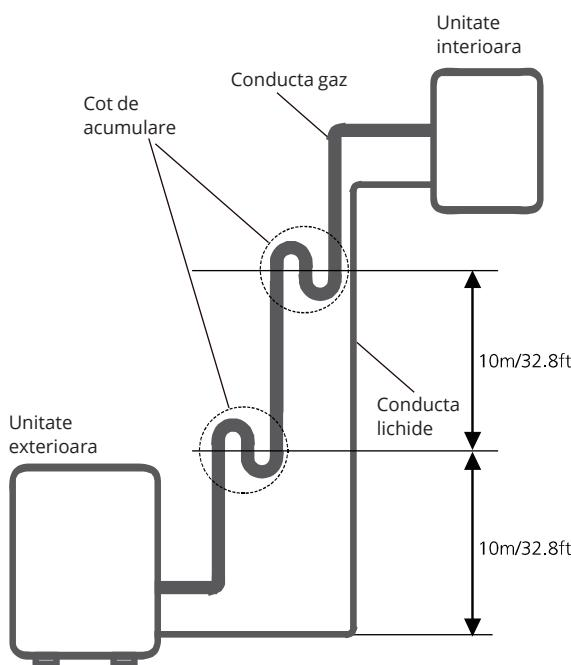

Fig. 7.3
- Scurgerea uleiului inapoi in compresor, poate cauza comprimarea lichidelor sau deteriorarea returnului de ulei. Acumularile de ulei pot fi evitate daca se instaleaza coturi in conducta de gaz. Instalati coturi la fiecare 10 (32.8 picioare). (Vezi Fig 7.3)